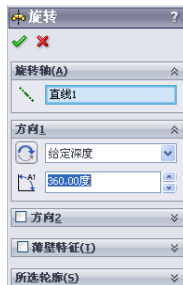

图 7-29 创建接口基体端部实体
(4) 创建接口基体端部实体。单击“特征”工具栏中的（旋转凸台/基体）按钮，或选择菜单栏中的“插入”→“凸台/基体”→“旋转”命令，弹出“旋转”属性管理器；SolidWorks 会自动将草图中唯一的一条中心线作为旋转轴，设置旋转类型为“给定深度”，在（角度）文本框中输入“360”，其他选项设置如图 7-29 所示，单击（确定）按钮，生成接口基体端部实体。